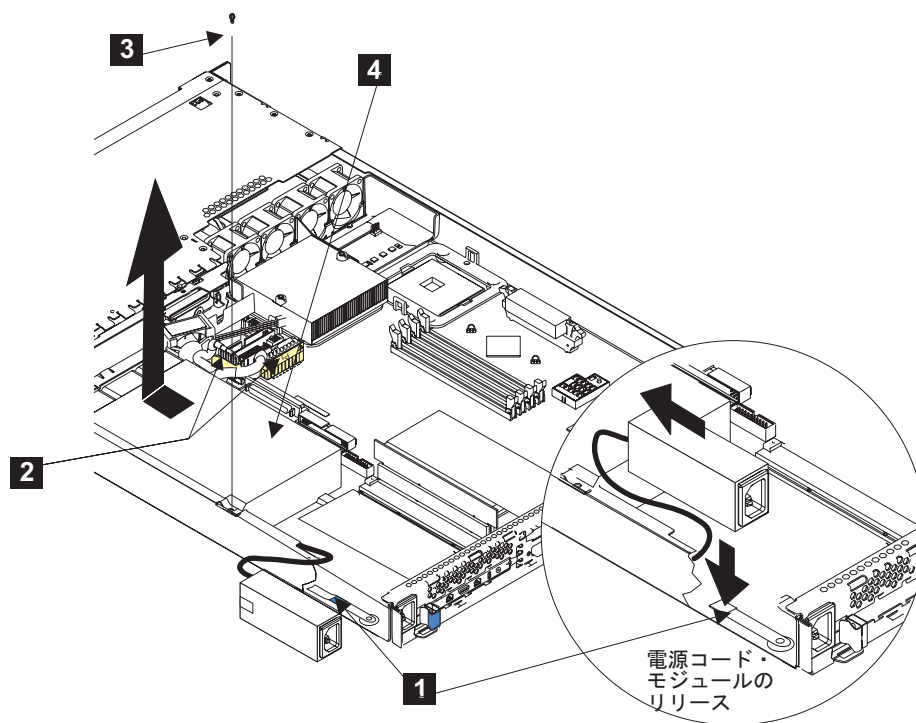

図 133. SAN ボリューム・コントローラー 2145-4F2 電源装置の交換
1. 電源装置 **4** を SAN ボリューム・コントローラー 2145-4F2 内にスライドします (図 133 を参照)。